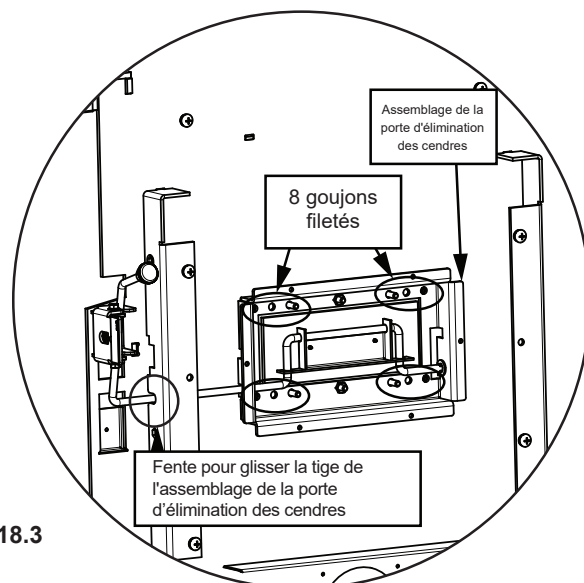

Figure 18.3
- Installez la porte à cendres en glissant de biais la tige dans la fente sur le côté gauche (**Figure 18.3**).
- Glissez la porte à cendres sur les 8 vis sortant du fond de l'appareil. Fixez les écrous et les rondelles en utilisant une clé à douille 7/16 (**Figure 18.3**).
7. Installez la porte à cendres en glissant de biais la tige dans la fente sur le côté gauche (**Figure 18.3 à la page 18**).
8. Glissez la porte à cendres sur les 8 vis sortant du fond de l'appareil. Fixez les écrous et les rondelles en utilisant une clé à douille 7/16 (**Figure 18.3 à la page 18**).